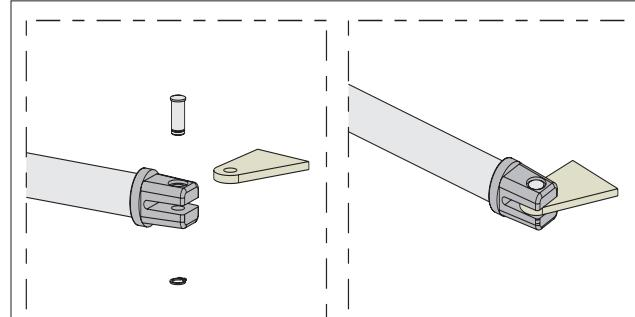

Abb. 10
- Den vorderen Bügel laut Angaben in Abb. 10 zusammenbauen.